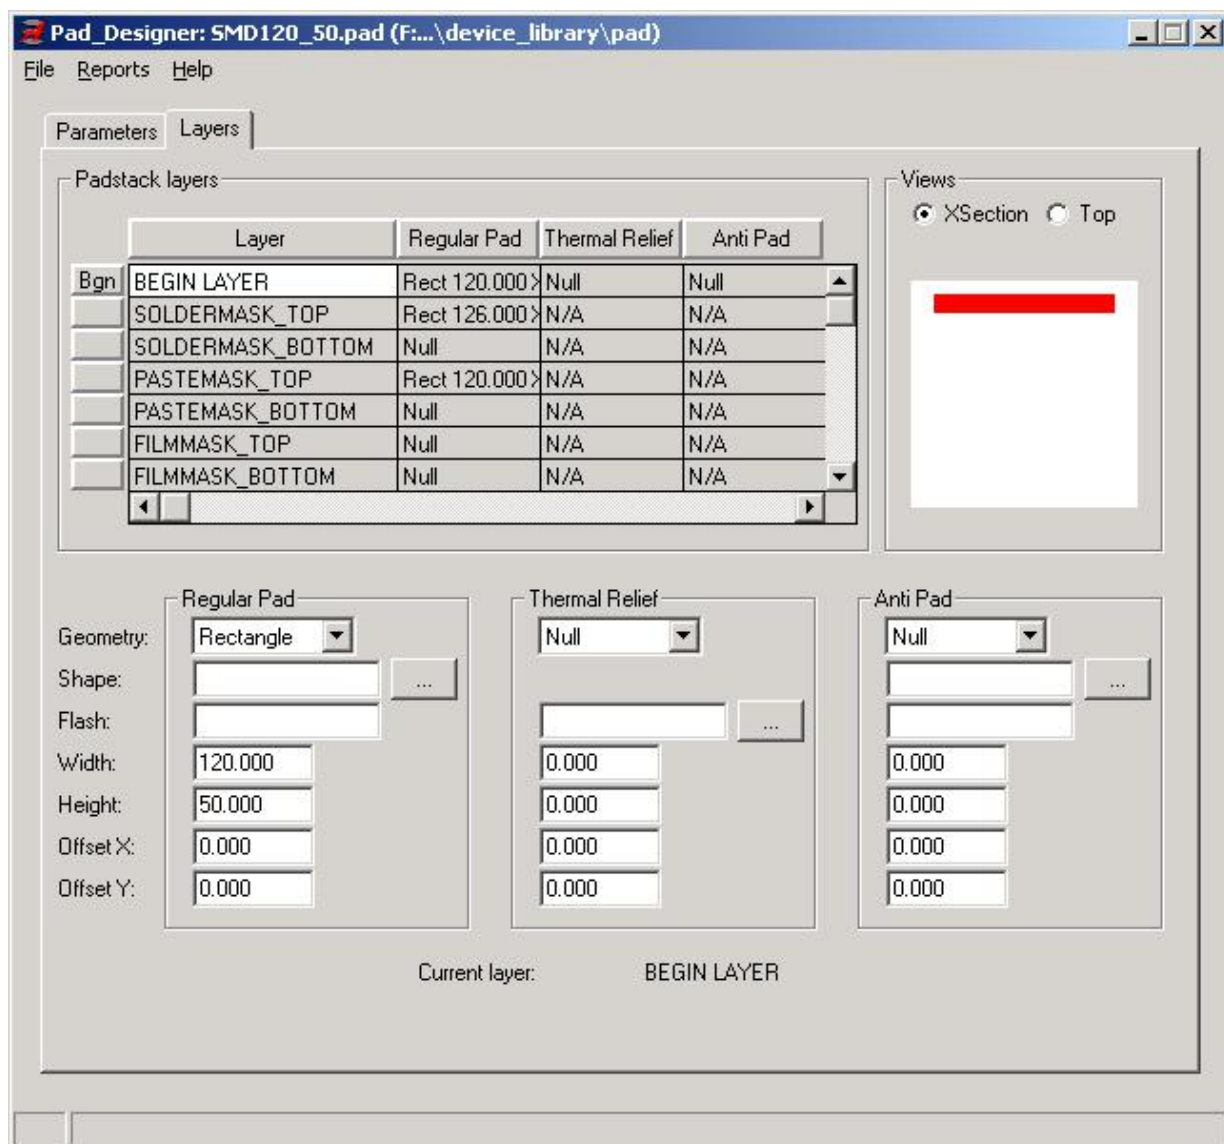

图 6-10 Padstack layers 相关设置
4) Padsatck layers 设置如图 6-10, 阻焊相关要求见第 4 章高计要求。